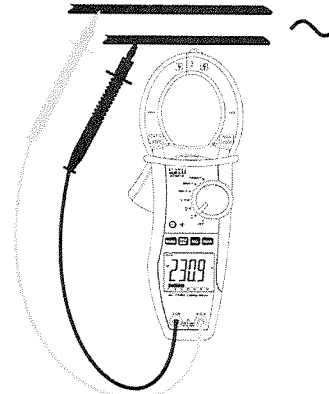

Abb. 2: AC Spannungsmessung
2. Verbinden Sie die Meßleitungen mit den Eingangsbuchsen. Die rote Messleitungsbuchse mit der $V\Omega$ Eingangsbuchse, die schwarze Messleitungsbuchse mit der COM Eingangsbuchse (Abb. 2)